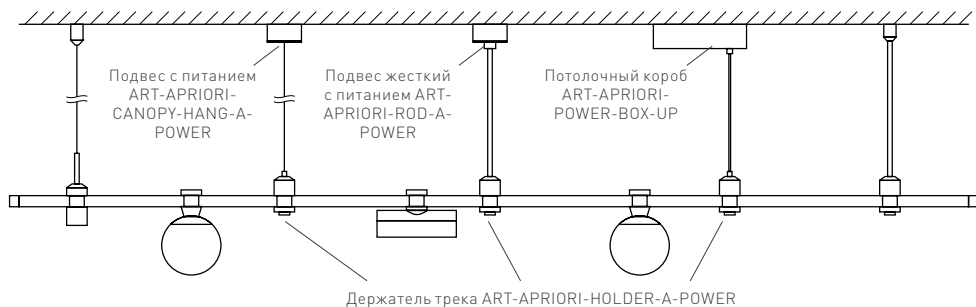

Рис. 6.1. Элементы и принцип электрического подключения в любом месте шинопровода
4.2. В любом месте шинопровода можно подвести питание при помощи следующих элементов системы (рис. 6.1):
4.3. Подведите питание к шинопроводу любым из способов, показанных на рис. 6.1 и 6.2.